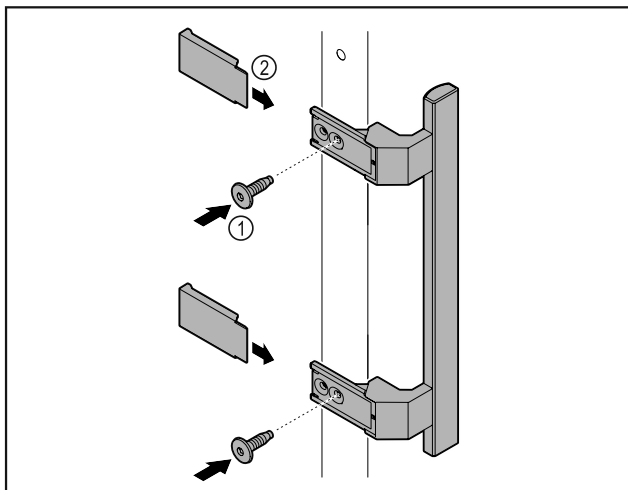

Fig. 5
- ▶ Montare sulla porta la maniglia contenuta nella confezione con le viti annesse Fig. 5 (1).
- ▶ Applicare la copertura Fig. 5 (2).